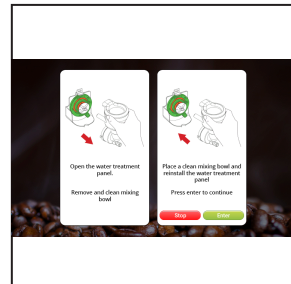

Рис. 6
5. На дисплее отобразится: **УСТАНОВИТЕ ЧИСТУЮ СМЕСИТЕЛЬНУЮ КАМЕРУ, НАЖМИТЕ ПУСК ДЛЯ ПОДТВЕРЖДЕНИЯ.** Нажмите ПУСК. (См. рис. 6).